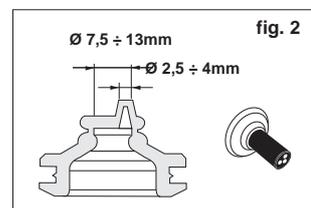

fig. 2
- Une fois la coulée effectuée, procéder au montage comme suit: Ouvrir l'appareil en desserrant les 4 vis du verre, enlever le réflecteur (2 vis) et introduire le câble d'alimentation à travers la membrane. (fig.2)
- Pour les installations en extérieur, il est obligatoire d'utiliser (CEI EN 60598-1; EN 50525) un câble flexible en néoprène de type H07RN-F d'un diamètre compris entre 7,5 et 12 mm. Les câbles isolés en PVC, avec une gaine extérieure en PVC ou différents de celui préconisé ne sont pas admis. Procéder comme indiqué sur la fig. 2 pour coupler correctement le câble et la membrane du câble.